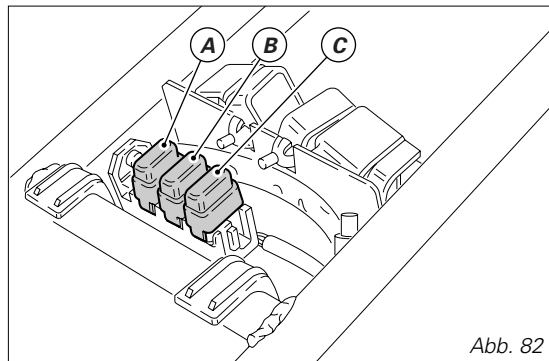
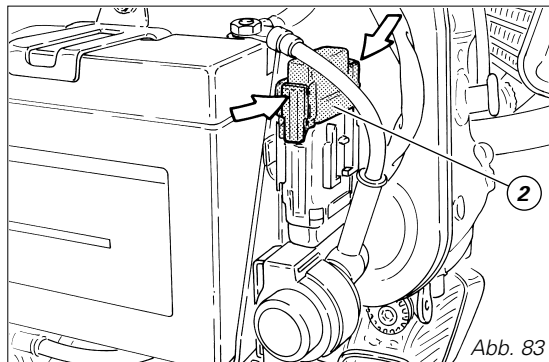
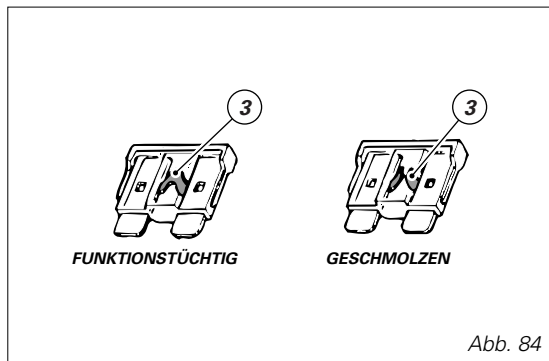

Abb. 82
Abb. 83
Abb. 84
Zum Schutz der Relais der Einspritzanlage sind drei Sicherungen (Abb. 82) vorgesehen, die hinter dem Steuergehäuse angeordnet sind und folgende Werte haben: 7,5A (A); 20A (B); 5A (C). Die seitlich an der Batterie angeordnete Sicherung (Abb. 83) sorgt für den Schutz des elektronischen Reglers. Um an diese zu gelangen, muss man die Schutzkappe (2) abnehmen. Eine durchgebrannte Sicherung ist anhand einer Unterbrechung des Glühdrahts ihres inneren Leiters erkennbar (3, Abb. 84).